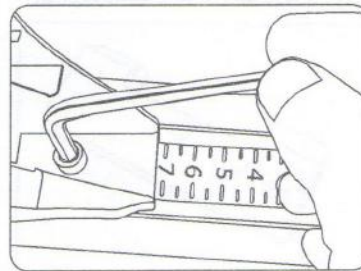

рис. 11
1.2.7.1 Винтом зафиксируйте опору на дуге (6 н/м) (рис. 11).